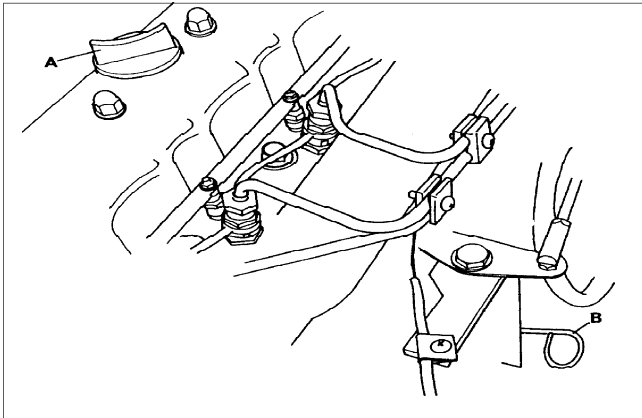

Fig.27
Remove dipstick (B Fig.27) and check that the oil is up to the correct level indicated. If necessary top up with fresh oil through the filler (A Fig.27) on top of the rocker box.
- Remove the filler cap (A Fig.27) and refill with fresh oil up to the maximum level on the dipstick (B Fig.27). Capacity 9.5 litres (16.72 Imp.pints) (20.08 US pints)
Verwijder de peilstok (B afb. 27) en controleer of de olie tot aan het juiste peil komt. Indien nodig, vul bij met verse olie via de vuldop (A afb. 27) op de tuimelaar.
- Verwijder de vuldop (A afb. 27) en vul bij met verse olie tot het maximumpeil op de peilstok (B afb. 27). De oliecarterinhoud is 9,5 liter.
Enlever la jauge (B fig. 27) et vérifier que le niveau arrive au niveau indiqué. Si nécessaire, compléter par le trou de remplissage (A fig. 27) sur le dessus du cache-culbuteurs.
- Enlever le bouchon de remplissage (A fig. 27) et remplir avec de l'huile neuve jusqu'au niveau maximum sur la jauge (B fig. 27)